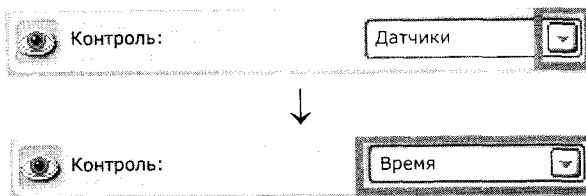

Рис. 48. Выбор контроля в блоке **Ожидание**
14. Блок **Ожидание** отобразился не так как нам нужно. Преобразуйте его в блок **Время** (рис. 48), изменив **Контроль** с **Датчики** на **Время**.